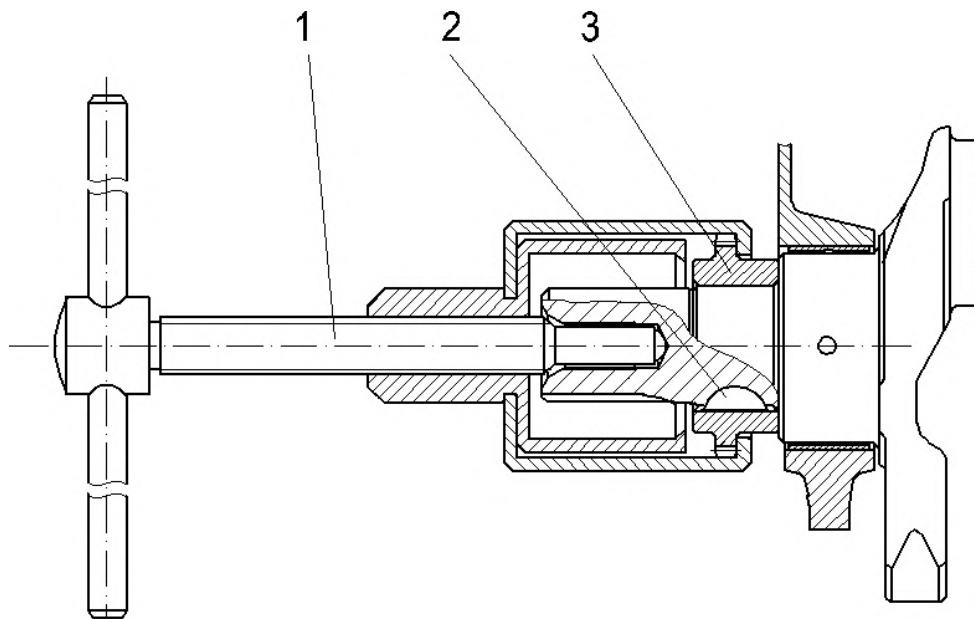

Abb. 84. Ausbau des Kurbelwellenritzels:
- das Kettenrad 3 (Abb. 84) mit Hilfe eines speziellen Abziehers 1 vom vorderen Ende der Kurbelwelle abpressen, den Passfeder 2 des Kettenrads herausziehen;